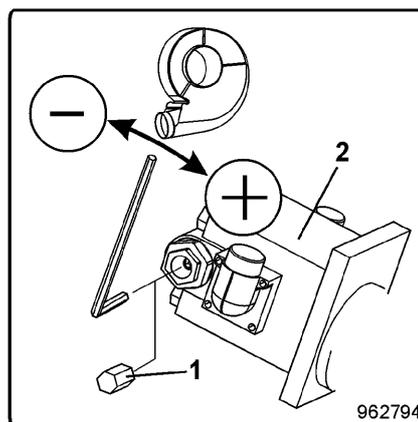

Fig. 92
Le régime de rotation requis à la turbine est indiqué sur le tableau (Tableau 5). Réglez le régime de rotation à la turbine à l'aide de la valve de limitation de pression (Fig. 92/2) ou à l'aide du régulateur de débit d'huile du tracteur.
- ôtez le capuchon (Fig. 92/1)